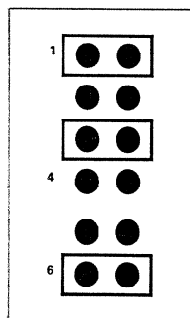

Fig. 2
1. Verbindungsstecker auf Pilottonverstärker gemäss Fig. 2 einstecken.
1. Plug in connectors to pilotnone-amplifier as shown in fig. 2.